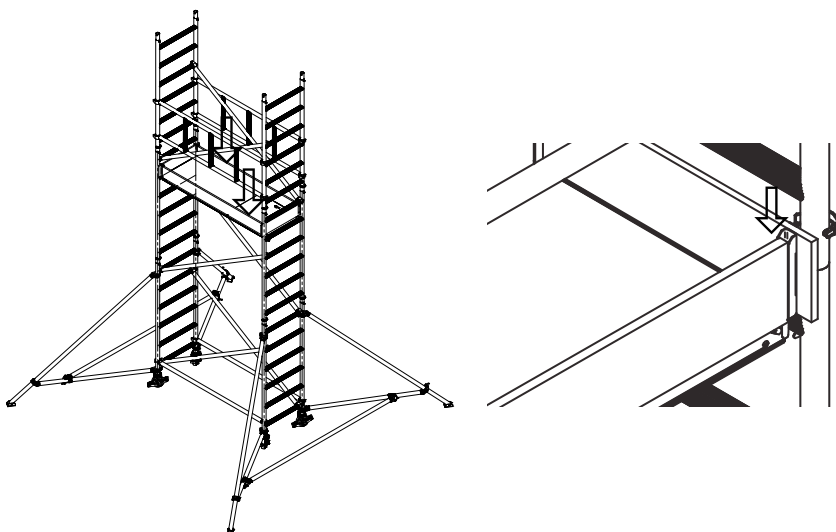

Rys. 63 Montaż stężeń skośnych
12. Zamontować stężenie skośne solid tak aby dolne haki były zamontowane na **12** szczelblu, a górne haki na **16** szczelblu. Należy sprawdzić prawidłowe napięcie zabezpieczeń haków (Rys. 63).